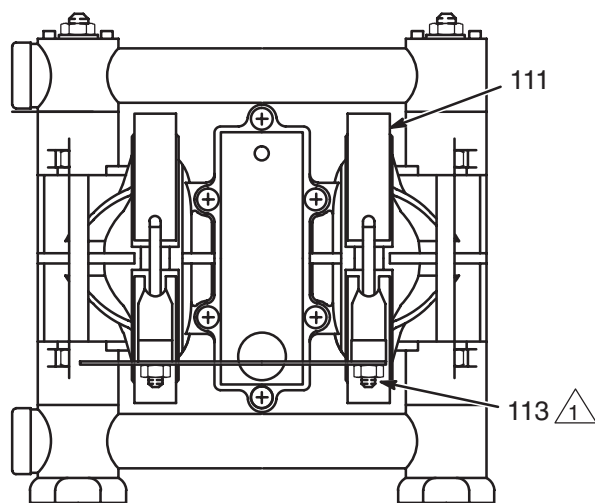

Fig. 9
Ved tilspænding af spændestykkerne (111) påføres gevindsmøremiddel på boltene. **Sørg for**, at møtrikkerne (113) tilspændes med et moment på 5,6 til 6,8 N.m. Se Fig. 9.